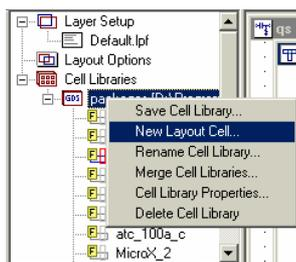

Рис. 4.15. Команда создания новой топологической ячейки
3. Правой кнопкой нажмите на **Packages** и выберите **New Layout Cell** (рис. 4.15). Появится диалог Create New Layout Cell.